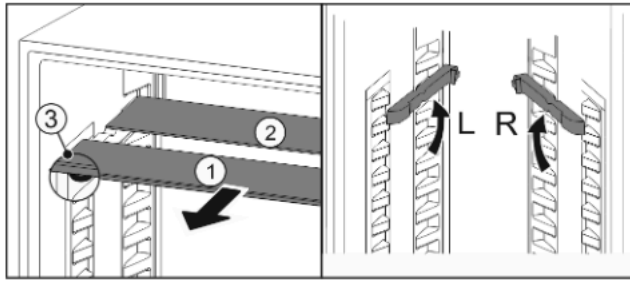

Fig. 21
- ▶ estrarre i ripiani di vetro singolarmente tirando in avanti Fig. 21 (1).
- ▷ Il piano in vetro Fig. 21 (1) con il motivo ornamentale è nella parte anteriore.
- ▷ I fermi Fig. 21 (3) sono rivolti verso il basso.